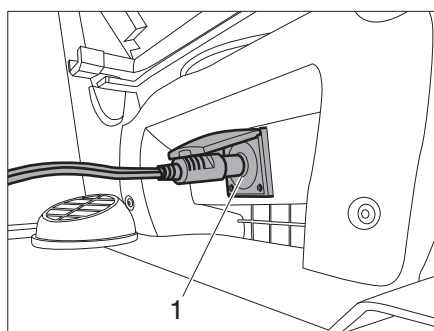

Fig. 92 Spina a 12 V sotto il sedile
- Inserire la spina nella presa a 12 V (Fig. 92,1) sotto il sedile.